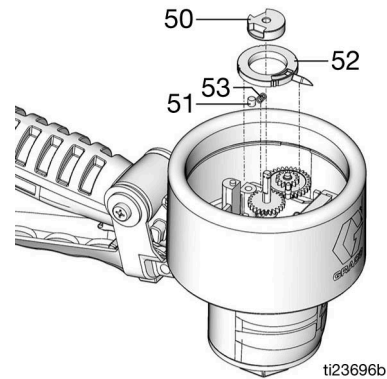

FIG. 16
4. Avec une clé hexagonale, déposer la vis sans tête de la cheville. Déposer la cheville (50), la goupille (51), le ressort (53) et le pointeur inférieur (52) (FIG. 16).